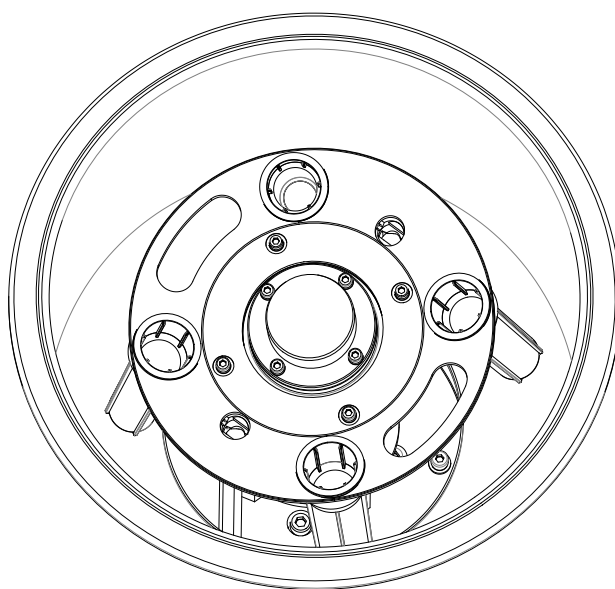

图 5.10 安装转子后仪器内部图
2.3) 调节隔热垫与震动架的相对位置, 保证隔热垫上的 7 个安装孔与震动架的安装孔完全对齐然后把 4×15 ml 转子轻轻的放在隔热垫上并保证转子上的安装孔与隔热垫中的安装孔对齐, 转子上两个通孔应与快速紧固件孔对齐, 拧紧内六角螺钉把 4×15 ml 转子与震动架固定。安装完毕后如图 5.10 所示